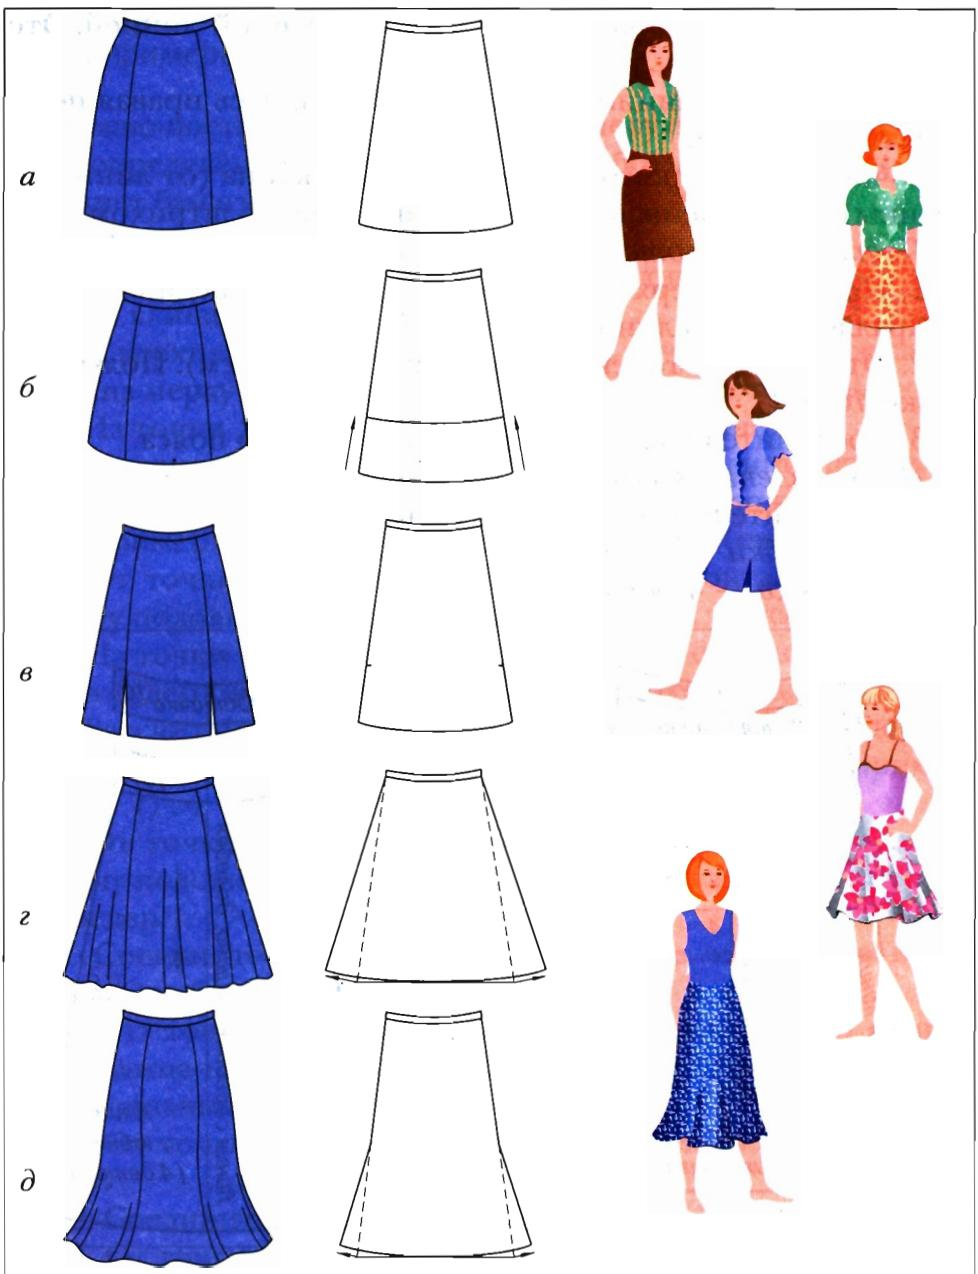

Рис. 16. Моделирование клиньевой юбки
1. Новую длину юбки отложите от линии талии вниз по линии середины деталей и по боковой линии. Постройте новую линию низа (рис. 16, б).
2. Длину разреза в боковых швах отложите от линии низа вверх по боковым линиям (рис. 16, в). Разрезы могут быть скруглёнными.
3. Чтобы получить сильно расклешённую юбку, новую боковую линию постройте на продолжениях в обе стороны линии низа (рис. 16, г).
4. Если новую боковую линию построить от линии бёдер вниз, получится юбка годé* (рис. 16, д).